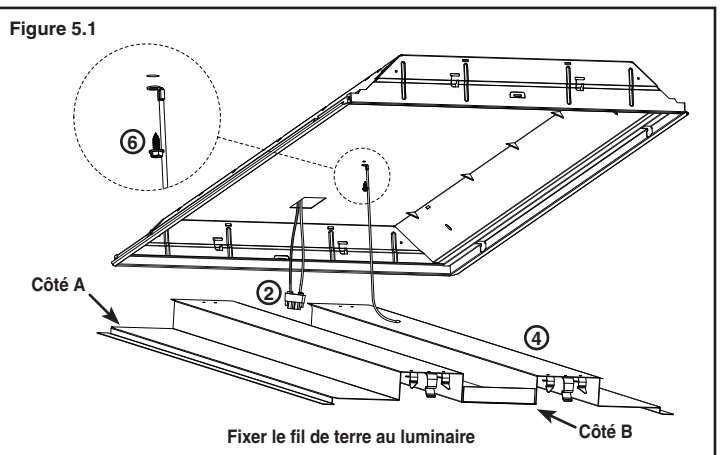

Figure 5.2
7. Connecter le sectionneur du bloc d'alimentation du luminaire au sectionneur pré-assemblé fixé sur les fils d'alimentation du transformateur (**figure 5.2**).
8. Installer le côté "A" de la garniture dans le luminaire en premier et installer ensuite le côté "B". Installer les côtés de la garniture entre la partition (non illustrée) et le luminaire (**figure 5.2**).